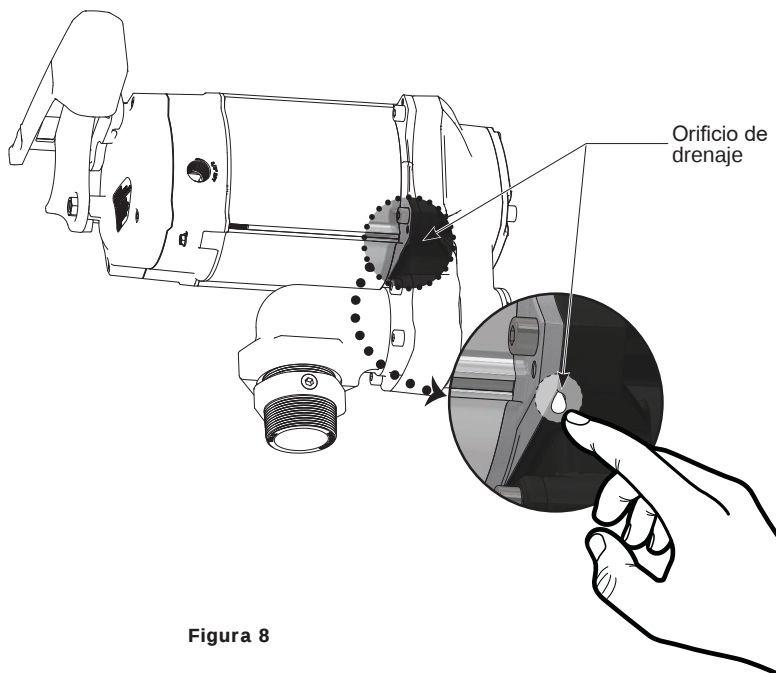

Figura 8
1. Ubique un pequeño orificio de drenaje debajo de la carcasa del motor, en la parte posterior de la carcasa de la bomba, para verificar si hay una fuga en el sello del eje del motor (consulte la Figura 8).